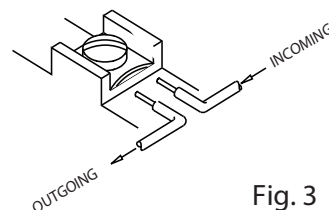

Fig. 3
1. Model VSR-S (EU) posiada dwa styki, jeden może być używany do obsługi stacji centralnej, własnej lub zdalnej jednostki sygnalizacyjnej, a drugi styk służy do obsługi lokalnego sygnalizatora dźwiękowego lub wizualnego.
2. Dla obwodów nadzorowanych, patrz rysunek i ostrzeżenie zaciski przetwórcy (Fig. 3)